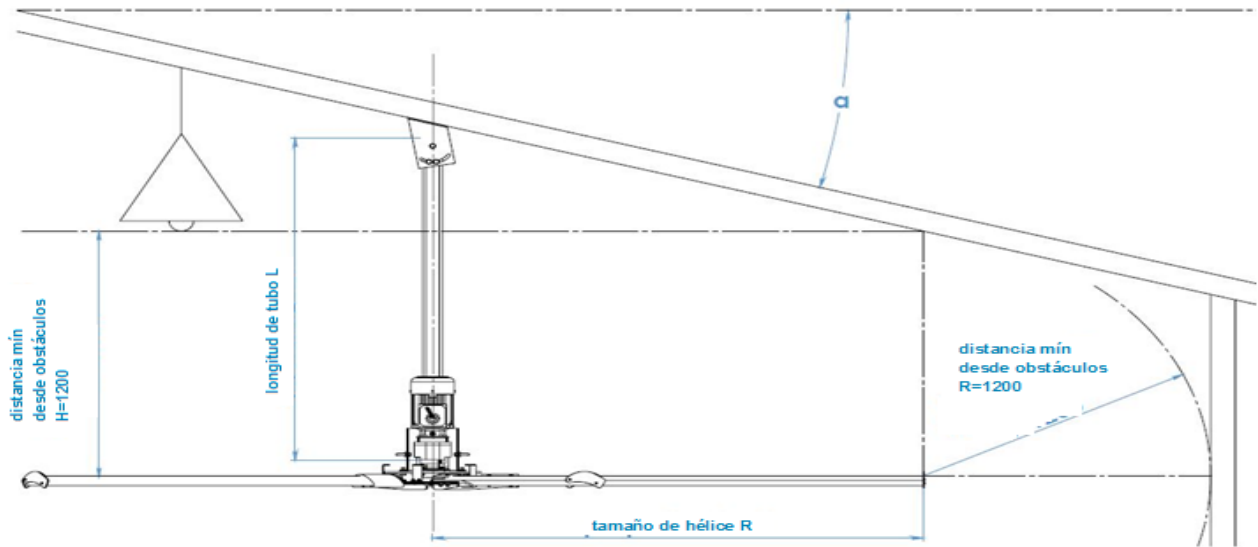

Fig.7
- con respecto al espaciamiento mínimo del ventilador, consulte la Fig. 7 en el capítulo 5.4